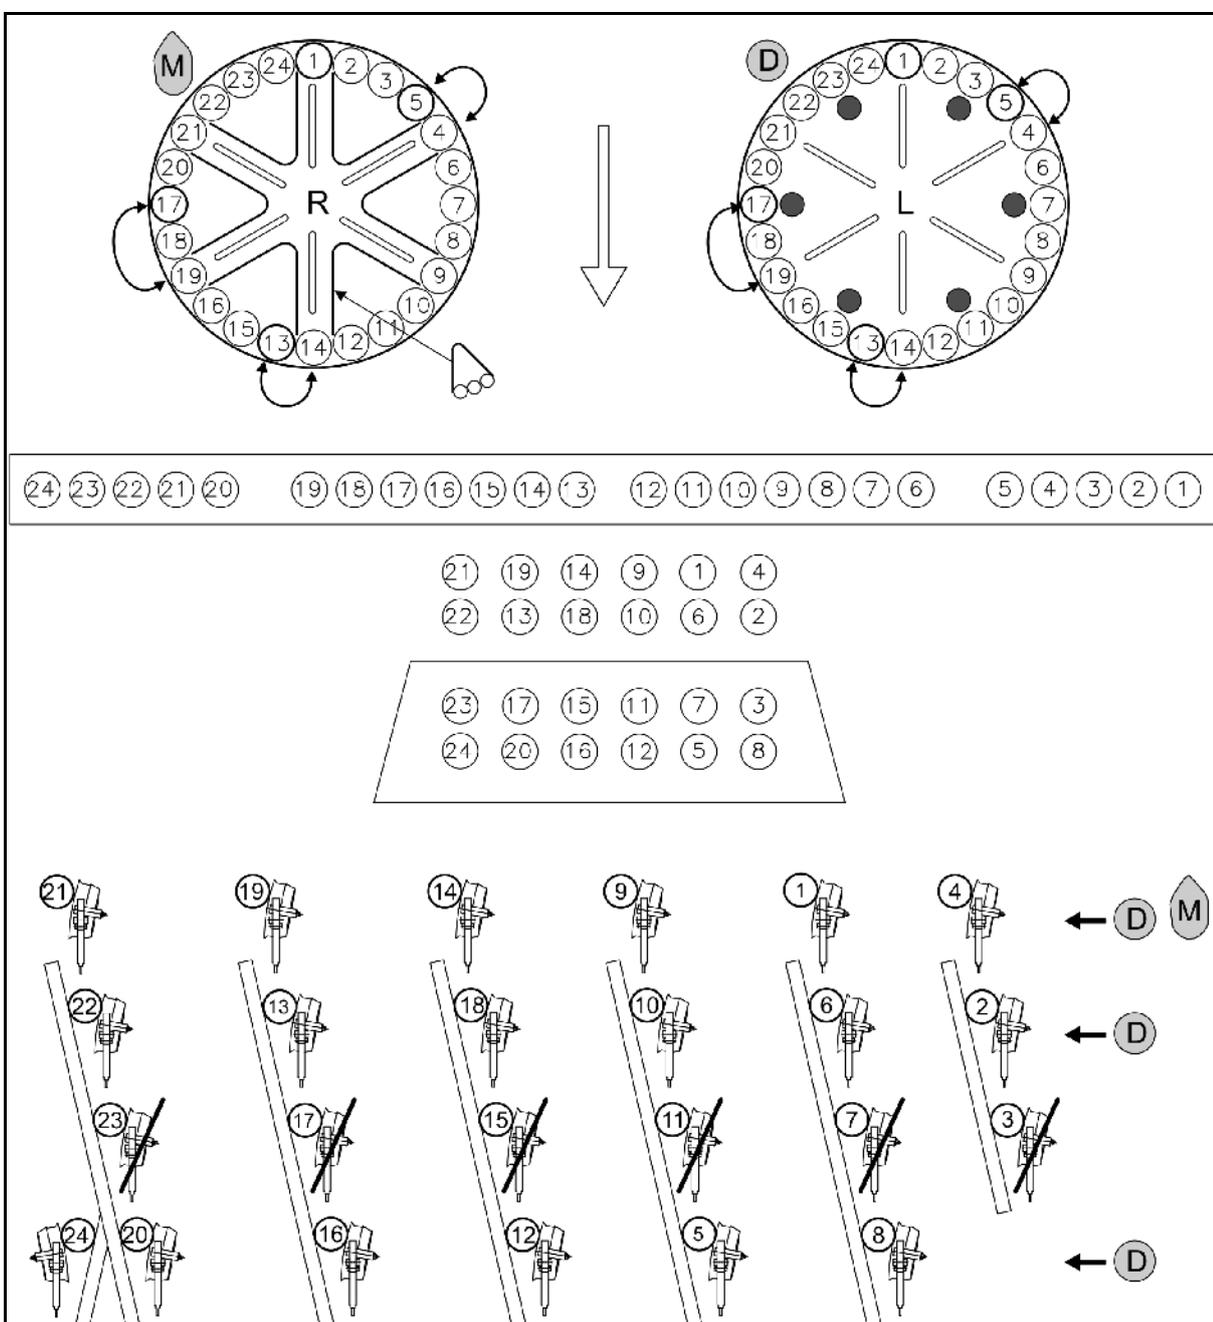

Fig. 48
- Maïs **M**: Monter la tôle de fermeture conformément à Fig. 48.
- Engrais **D**: monter les bouchons de fermeture conformément à Fig. 48.